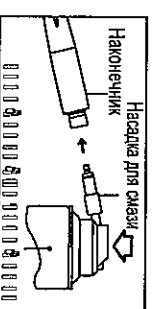

Рис. 8
Установите насадку для смазки на баллон со спреем. (Рис.8).
- 5) Совместите штифт на картридже и паз в головке и вставьте новый картридж (Рис.8)